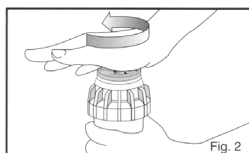

Fig. 2
1. Drehen Sie den Düsenturm entgegen dem Uhrzeigersinn zum linken Anschlagpunkt, um einen angefangenen Rotationszyklus zu beenden. -Abbildung 2-